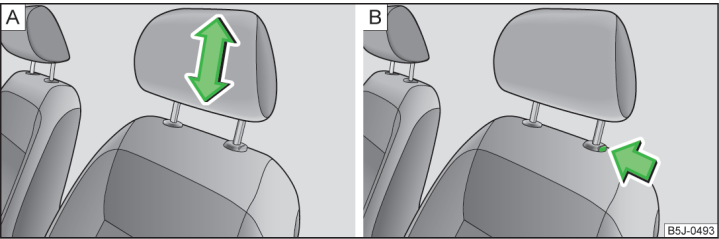

Fig. 59 Reposacabezas. Ajustar/desmontar
- Agarre el reposacabezas por los lados con las dos manos y tire a discreción de él hacia arriba » fig. 59 - [A].
- Si se desea desplazar el reposacabezas hacia abajo, pulse y mantenga pulsada la tecla de seguro » fig. 59 - [B] con una mano, y con la otra mano desplace el reposacabezas hacia abajo.
- Pulse la tecla del seguro en el sentido de la flecha » fig. 59 - [B] y extraiga el reposacabezas.